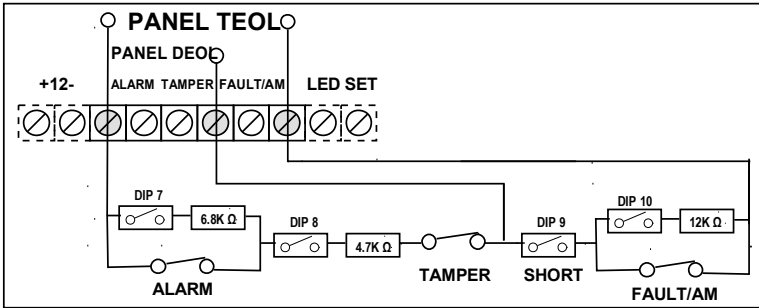

Figura 1
1. Solte o parafuso de fixação e remova o detector do suporte de montagem (ver Figura 1).